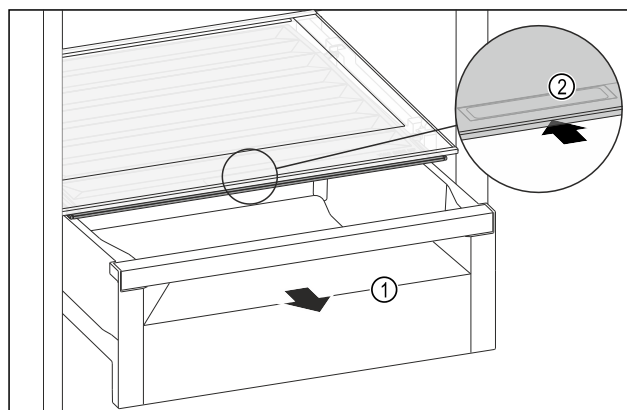

Fig. 138
- Zásuvku Fig. 138 (1) vytáhněte.
- Uchopte prohlubeň pro rukojeť *Fig. 138 (2)* na víku zásuvky a současně zasuněte víko zásuvky směrem dozadu.